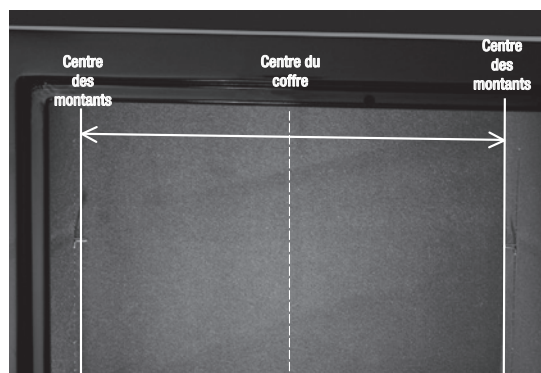

Figure 4. Mesurez soigneusement la distance entre les centres des montants dans votre maison
du coffre. Mesurez la distance depuis la médiane du montant jusqu'au centre de chaque montant. Mesurez depuis la médiane à l'intérieur de votre coffre la même distance pour situer les deux médianes de montants à l'intérieur du coffre (Figure 4).
- 4 Percez à 5.08cm depuis le dessus du coffre sur chacun des centres des montants (Figure 4). Marquez les endroits à l'intérieur du coffre à l'aide d'un marqueur. À l'aide d'un canif, découpez un « X » de 5.08cm x 5.08cm dans la moquette aux endroits marqués.